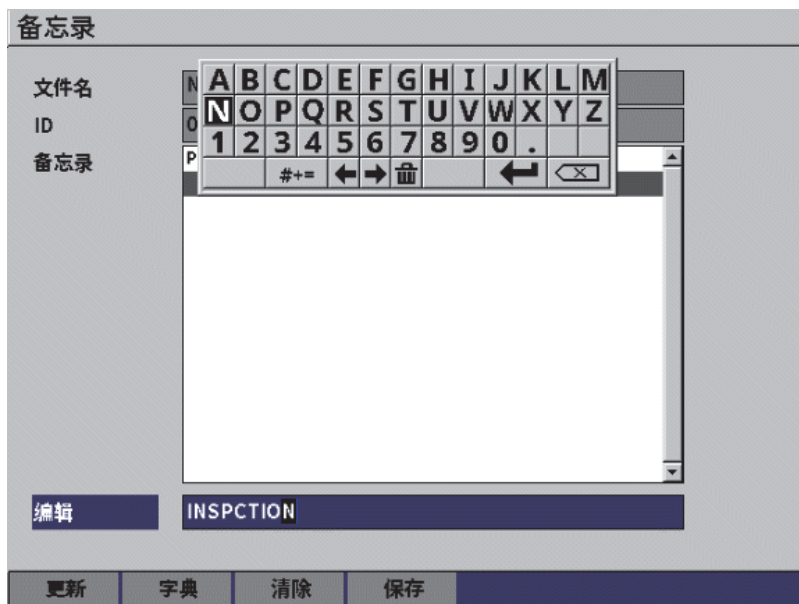

图 9-23 备忘录的字典页：插入的信息
7. 使用虚拟键盘、调节旋钮和确定键，输入字符（最多 32 个）（参见第 140 页的图 9-23）。